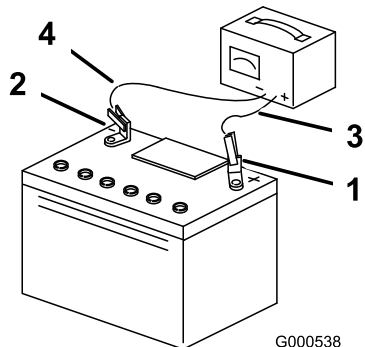

Figure 72
- Quand la batterie est chargée au maximum, débranchez le chargeur de la prise, puis débranchez les fils du chargeur des bornes de la batterie (Figure 72).